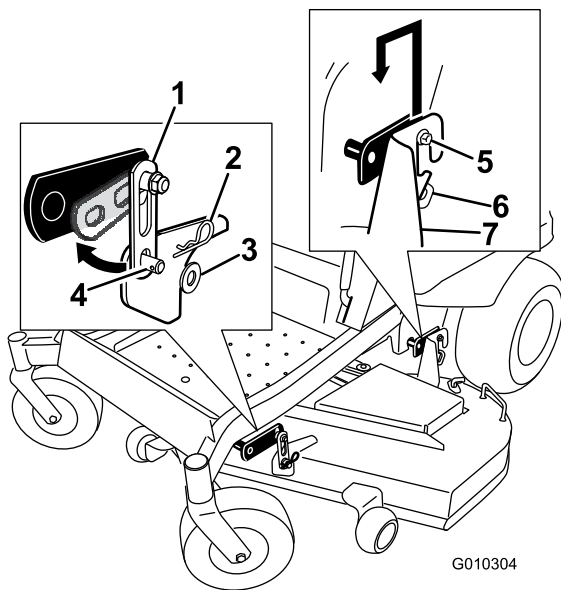

Bild 75
- Entfernen Sie an beiden Seiten des Mähwerks die Schrauben von den Hängeprofilen des Frontmähwerks (Bild 75).
- Heben Sie das Mähwerk vorsichtig von den Schrauben des hinteren Hängeprofils ab und senken Sie die Vorderseite des Mähwerks vorsichtig auf den Boden (Bild 75).
5. Heben Sie das Heck des Mähwerks an und führen Sie die Hängeprofilhalterungen über die hinteren Hängeprofilsschrauben (Bild 75).
6. Befestigen Sie die vordere Stütze am Mähwerk an den vorderen Mähwerkhängeprofilen und befestigen sie mit einer Scheibe und einem Splint (Bild 75).